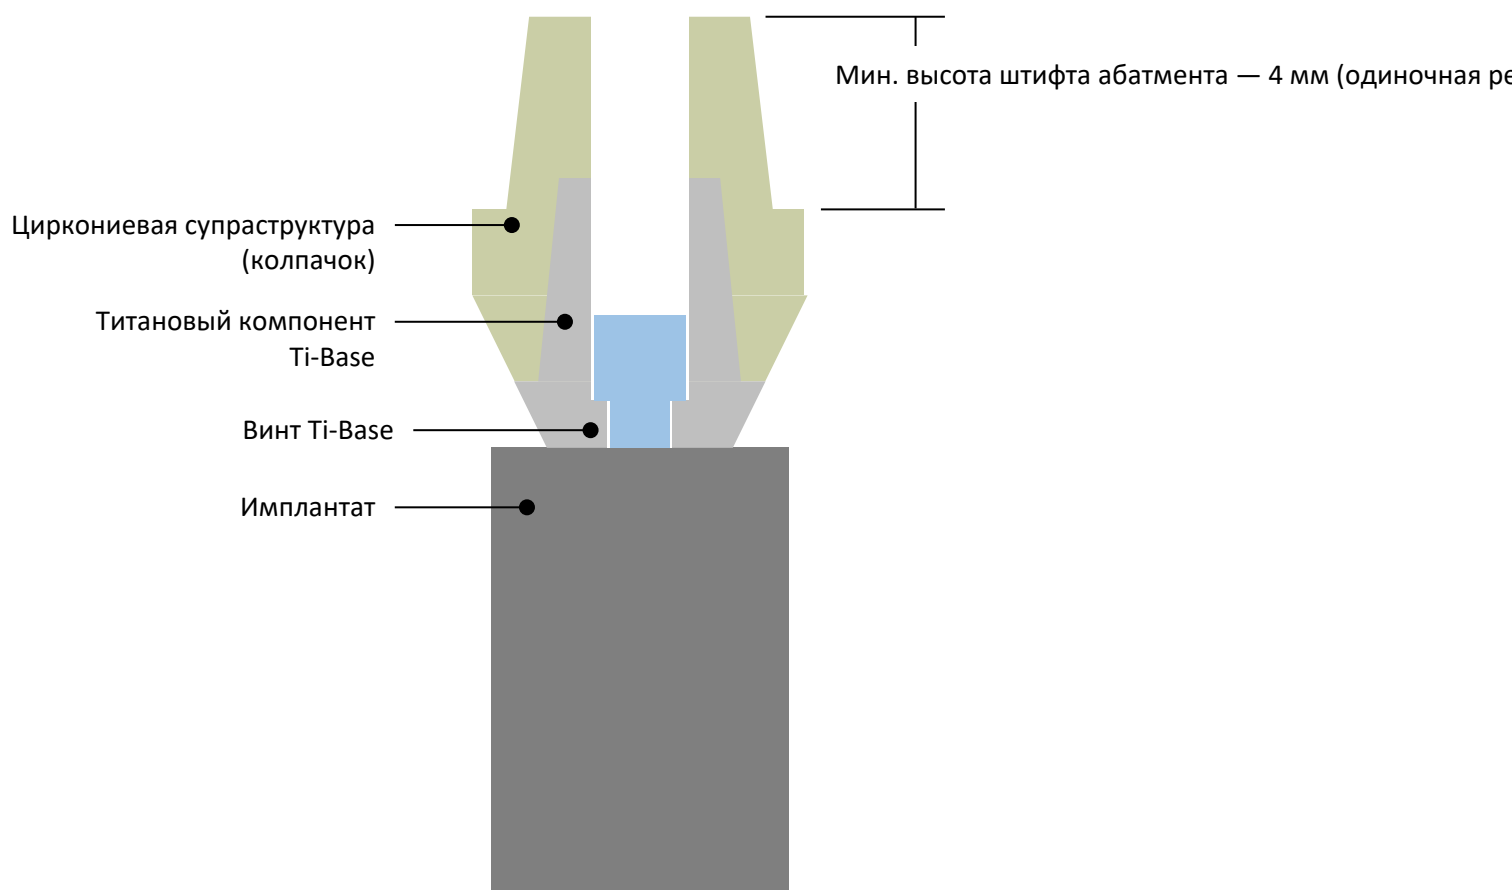

Рис. 1 — Ограничения при проектировании циркониевой супраструктуры
- высота штифта абатмента — $\geq 4,0$ мм (см. **рисунок 1**);